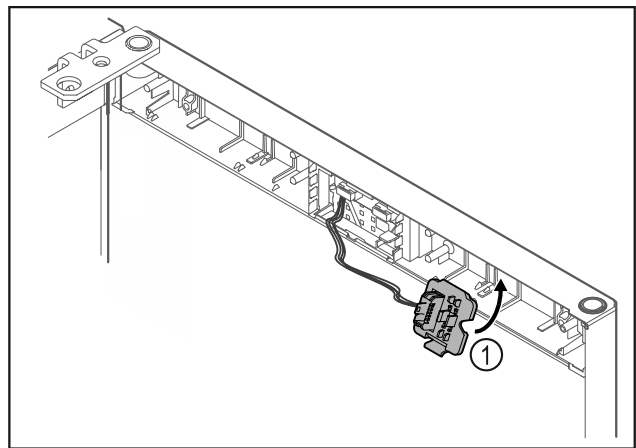

Fig. 15
- ▶ Зафіксувати кріплення штекера Fig. 15 (1) на протилежній стороні.